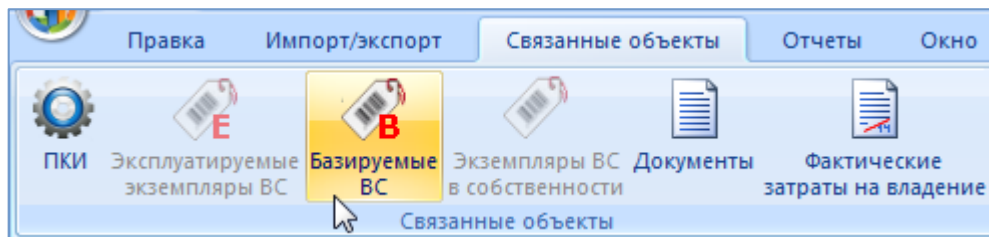

Рис. 13-120 – Вкладка «Связанные объекты» для организации
2) Нажать кнопку «Базируемые экземпляры ВС» панели «Связанные объекты» (рис. 13-120).